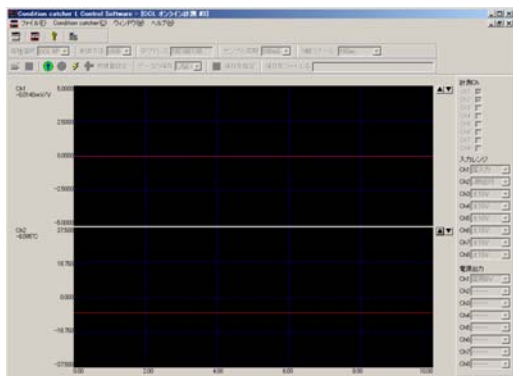

図 29. オンライン計測停止画面
- ⑧ 計測中に波形表示のX軸係数を変更することが可能です。波形表示枠右上の▲▼ボタンで操作してください。
- ⑨ 『オンライン計測停止』ボタンをクリックすると計測を停止し、波形表示をフリーズします。(図 29)
- ⑩ 図 29 の状態から計測条件等を変更するには『波形消去・設定変更』ボタンをクリックしてください。各種設定の変更が可能となります。